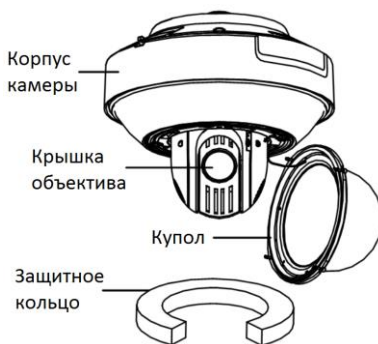

Рисунок 2-7 Демонтаж купола
1. Ослабьте два винта с обеих сторон камеры. Потяните купол, чтобы снять его (рисунок 2-7).